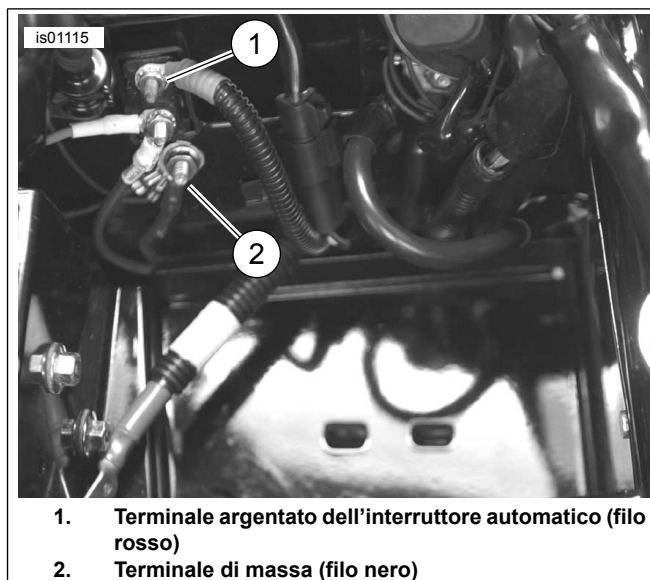

Figura 5. Collegamenti (senza batteria) dei modelli Touring 2003 o precedenti (illustrato il modello FLHTCU 2003)
3. Vedere Figura 5. Tagliare il filo nero sul cablaggio della manopola riscaldata in modo da raggiungere facilmente il prigioniero di massa (2) che si trova sotto l'interruttore automatico nell'alloggiamento della batteria sotto la sella.